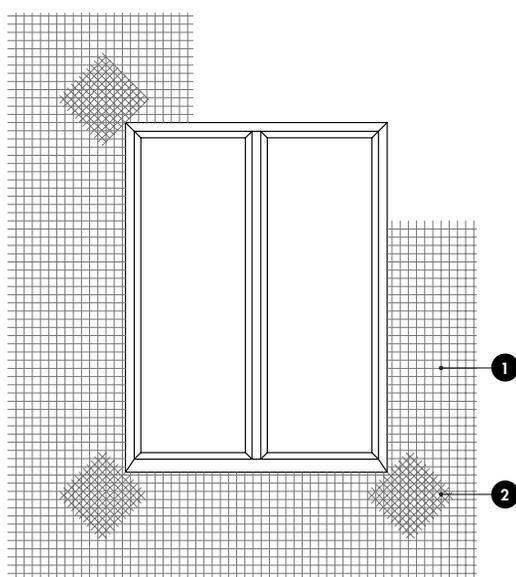

Fig. 18 : Renforts d'armatures aux angles des baies
**Nomenclature de la figure 18**